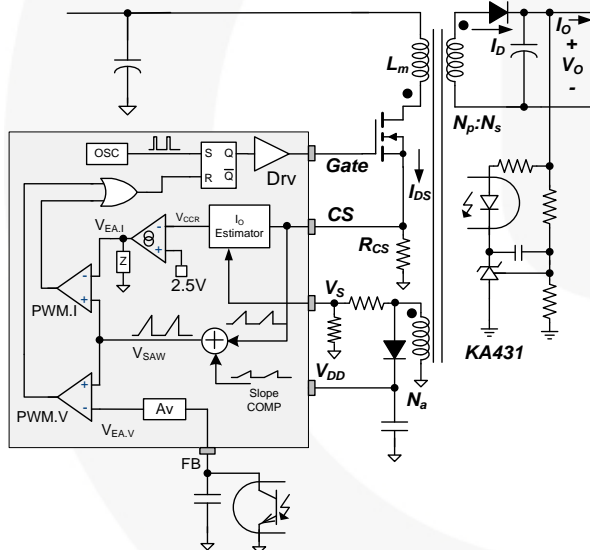

图 24. 内部 PWM 控制电路
图 24 显示内部 PWM 控制电路。恒压 (CV) 调节的实现方法与传统隔离电源相同，使用分压器感测输出电压，并将其与电压调节器 (KA431) 的内部 2.5 V 基准电压相比较，生成补偿信号。补偿信号通过光电耦合器传输到初级端，并通过衰减器 AV 进行缩减，生成 $V_{EA,V}$ 信号。然后，误差信号 $V_{EA,V}$ 被施加到 PWM 比较器 (PWM.V)，以确定占空比。